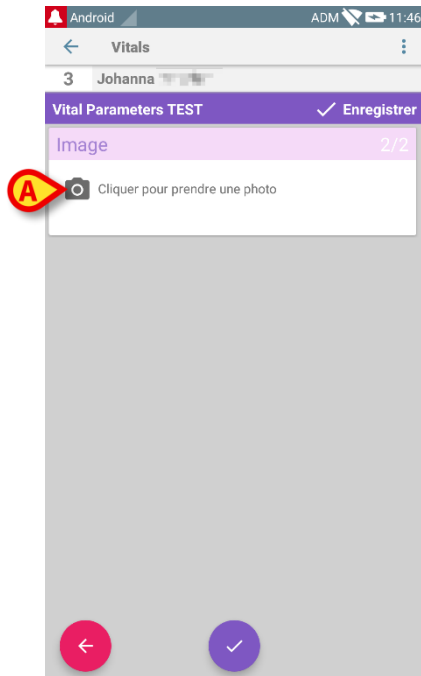

Fig 78
L'écran suivant s'ouvrira (Fig 78)
➤ Taper sur l'icône indiquée sur la Fig 78 **A** pour activer l'appareil photo (Fig 79).
2. garder la photo et revenir à la page d'acquisition de photos (Fig 78) ;
3. supprimer la photo et revenir à la page d'acquisition de photos (Fig 78) ;